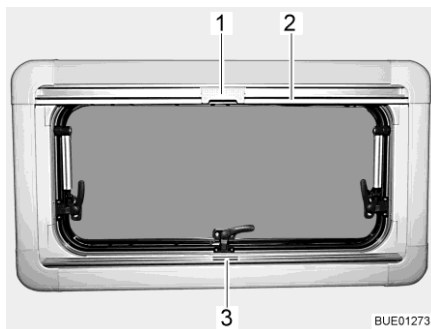
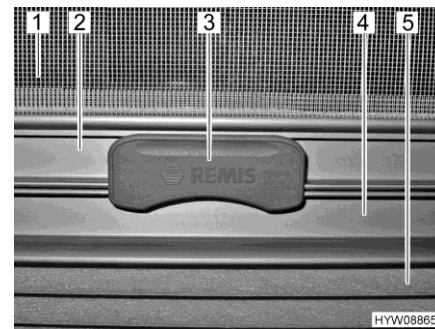

Bild 17 Överkantshängt fönster
Bild 18 Spärr
Plisségardin Plisségardinen (Bild 18,5) finns i den nedre rullgardinskassetten.
Stänga: ■ Ta tag i mitten på plisségardinens list (Bild 17,3 och Bild 18,4) och drag den nerifrån och uppåt och släpp den vid önskad höjd. Plisségardinen stannar på denna höjd.
Insektsnät Insektsnätet (Bild 18,1) finns i den övre rullgardinskassetten.
Stänga: ■ Drag, med listen (Bild 17,2 och Bild 18,2), ner insektsnätet tills listen stöter mot plisségardinen (Bild 18,4).
■ Lås fast insektsnätets spärr (Bild 17,1 och Bild 18,3) på plisségardinens list. När spärren är låst, kan plisségardinen och insektsnätet justeras samtidigt.
Öppna: ■ Tryck spärren (Bild 18,3) på insektsnätet uppåt.
■ För långsamt tillbaka insektsnätet med listen (Bild 17,2).